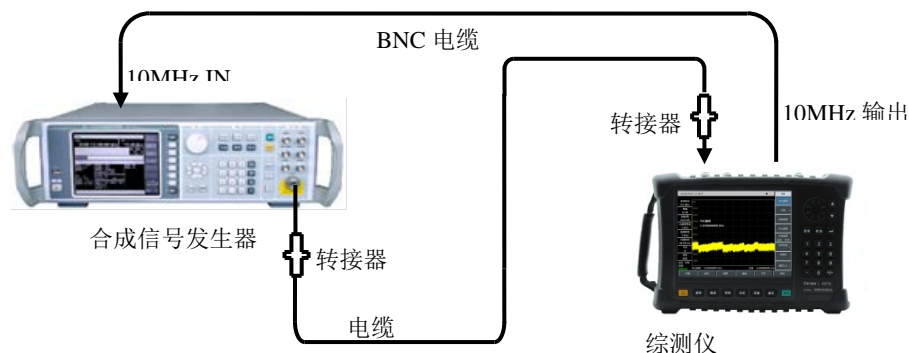

图16-10 分辨率带宽准确度测试设置
- 如图 16-10 连接测试仪器。综测仪为信号发生器提供频率参考。